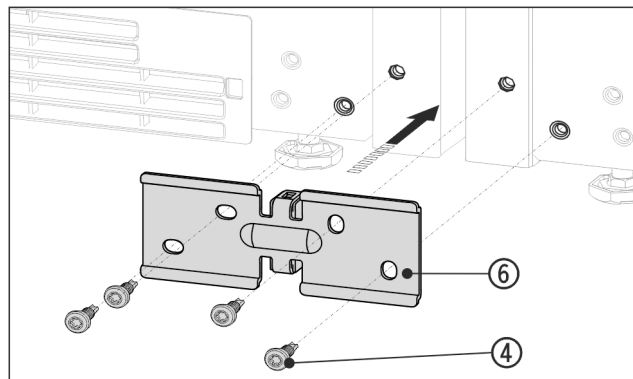

Fig. 16 Beispielhafte Darstellung
- Winkel Fig. 16 (6) mit dem Distanzstück zwischen die Geräte schieben und mit 4 Schrauben Fig. 16 (4) lose anschrauben.